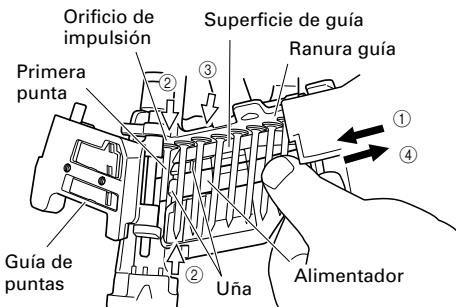

Fig. 4
- (4) Cierre la cubierta del cargador.
- (5) ① Desbobine suficientes puntas para llegar al orificio de impulsión.
② Inserte la primera punta en el orificio de impulsión y la segunda entre las dos uñas del alimentador.
③ Fije las cabezas de las puntas en la ranura guía. (Fig. 4)